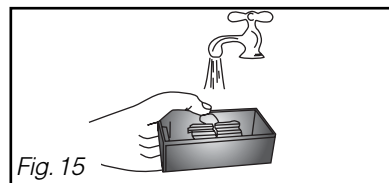

Fig. 15
- Nettoyez l'intérieur du réservoir, ainsi que le filtre qui peut être passé sous l'eau (Fig. 15).